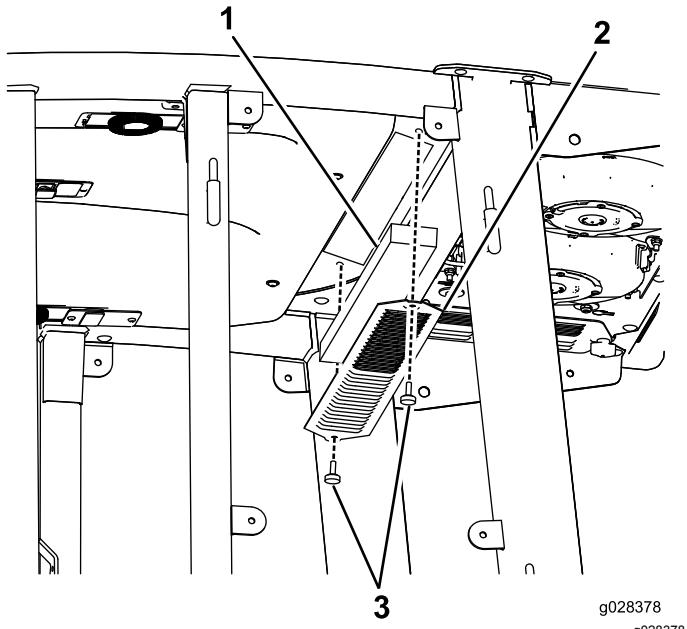
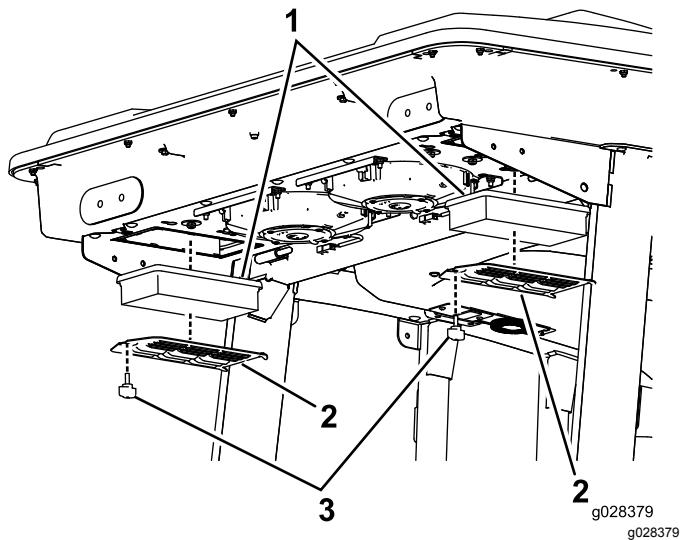

Figura 115
Figura 116
1. Retire los tornillos y las rejillas que cubren el filtro interior y el trasero de la cabina (Figura 115 y Figura 116).
5. Retire los filtros de aire (consulte Figura 116).
7. Instale los filtros de aire, la rejilla y el conjunto del ventilador (Figura 116, Figura 117 y Figura 118).